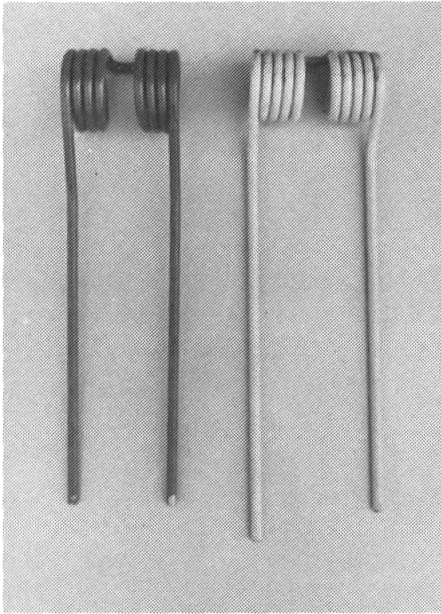

Abb. 8: Ungleich lange Zinken nehmen das Futter besser auf, aber sie bedingen linke und rechte Zinkenpaare.
- **PZ und Niemeyer** rüsten ihre Maschinen mit ungleich langen Zinken aus (Abb. 8). Sie verbessern damit die Futteraufnahme, komplizieren aber die Ersatzteilbeschaffung, weil je nach Kreisel rechts oder links drehende Zinkenpaare montiert werden müssen.